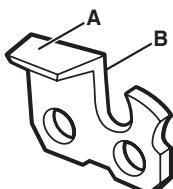

Fig. 17
2. Utilisez une lime ronde ayant un diamètre de 1,1 fois la profondeur de la dent coupante. Assurez-vous que 20 % du diamètre de la lime est au-dessus de la plaque supérieure de la dent coupante (Fig. 17).